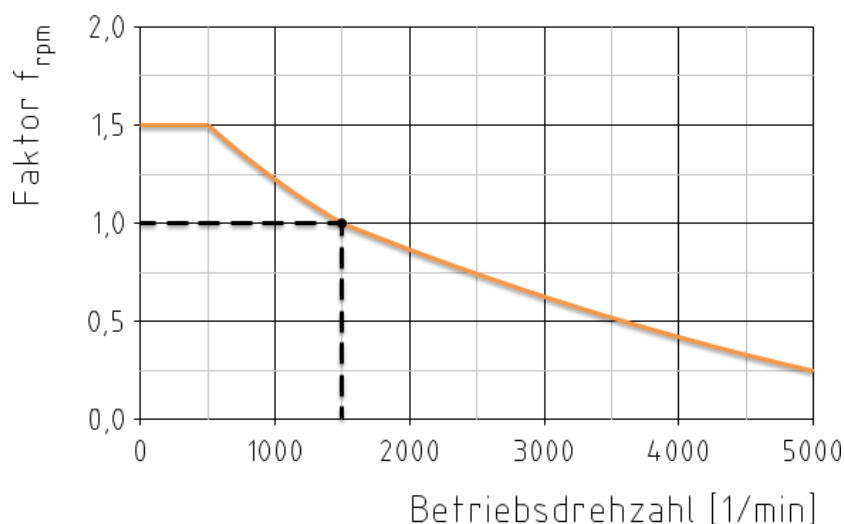

Bild 35: Diagramm der Versatzkorrektur
- Die aufgeführten radialen und winkligen Verlagerungswerte beziehen sich auf eine Referenzdrehzahl von 1500 1/min. Mit dem Diagramm der Versatzkorrektur (siehe Bild 35) erfolgt eine drehzahlabhängige Erhöhung oder Reduzierung der Verlagerungswerte durch den Faktor f_{rpm} . Die Verlagerungswerte zwischen den angegebenen Drehzahlen sind entsprechend zu interpolieren.